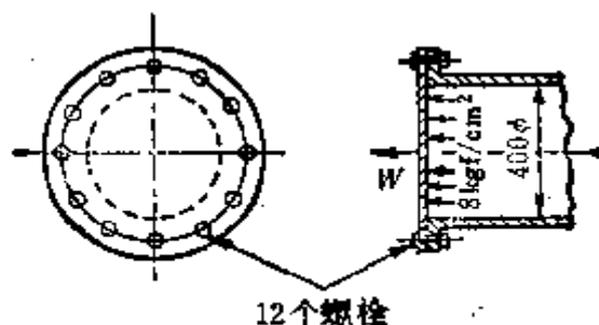

图3.4 气缸盖
**【例题】** 如图 3.4所示, 在内径 400mm, 内压 8kgf/cm2的气缸盖上, 用12个螺栓把紧, 试求螺栓直径。设许用拉应力为4.5kgf/mm2。